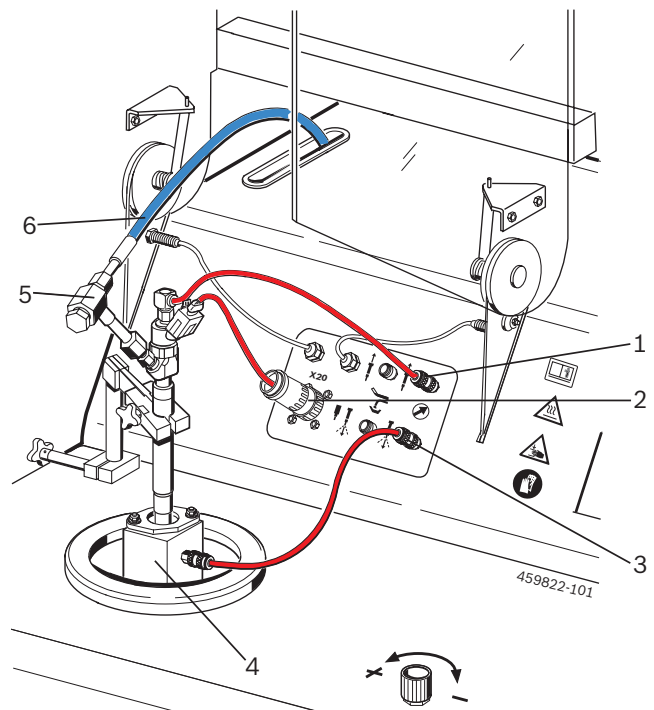

Fig. 17: Conexão de CRI/CRIN
Montar a câmara de injeção (fig. 17, pos. 4) sobre o componente só depois de efetuado o «Leak test».
3. Ligar o tubo de ligação de alta pressão (fig. 17, pos. 5 e 6) ao CRI/CRIN com o adaptador de conexão.
4. Ligar o cabo adaptador ao CRI/CRIN e à tomada de ligação elétrica para o EPS 200 (fig. 17, pos. 2).
5. Ligar a mangueira 1 680 712 287 ao retorno do CRI/CRIN e à conexão de teste para CRI/CRIN (fig. 17, pos. 1; retorno) do EPS 200.
Depois de efetuado o «Leak test», a câmara de injeção é montada sobre o componente e a mangueira 1 680 712 308 ligada à conexão de teste para CRI/CRIN (injeção) (fig. 17, pos. 3) e à câmara de injeção.